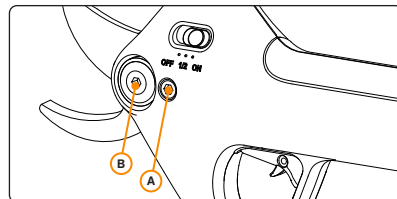

Figure 7. Retrait de la protection de la crémaillère.
2. **Retirez la protection de la crémaillère.** Dévissez les (2) vis Allen de 4 mm comme indiqué dans la Figure 7.